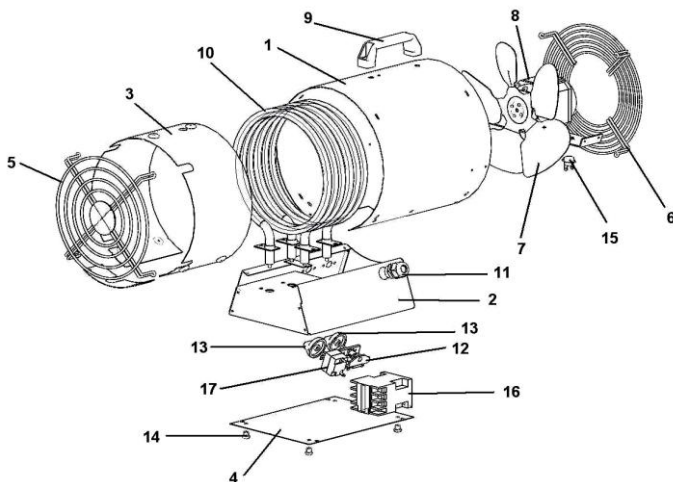

Рис. 1
Конструктивно тепловентилятор представляет собой металлический корпус, в котором размещены электродвигатель с крыльчаткой и электронагревательные элементы (далее ТЭНы). Переключатель 12 (рис.1) на четыре положения предназначен для установления режимов работы. Термостат 15 (рис.1) отключает ТЭНы в случае аварийного (ненормального) режима работы (перекрыто входное или выходное отверстие, перегрев вследствие остановки электродвигателя). Терморегулятор (капиллярный термостат) 17 (рис.1) в тепловентиляторе ТТ-6Т предназначен для автоматического поддержания температуры в помещении на заданном уровне. При достижении заданной температуры терморегулятор отключает нагревательный элемент, оставляя включенным вентилятор. При понижении температуры всасываемого воздуха на 3-5°С вновь включает нагрев.
Установить переключатель режимов работы (12) рис. 1 тепловентилятора положение «0» (отключено).
Переключатель режимов (12) рис.1 установить в выбранный режим.
Ручку капиллярного термостата (17) рис.1 повернуть против часовой стрелки до упора.
Переключатель режимов работы (12) рис. 1 установить в положение нагрева. В этом случае тепловентилятор работает в режиме вентилятора. Плавно поворачивать ручку капиллярного термостата (17) рис.1 по часовой стрелке до щелчка включения, который произойдет при совпадении установки капиллярного термостата с температурой окружающего воздуха. Повернуть ручку капиллярного термостата (17) рис. 1 по часовой стрелке еще на некоторый угол. Капиллярный термостат не имеет отградуированной шкалы по температуре и установка ручки на желаемую температуру в помещении уточняется (определяется) потребителем в процессе эксплуатации.
установить переключатель режимов работы (12) рис. 1 в режим вентилятора «1». В этом режиме крыльчатка будет вращаться, а ТЭНы будут отключены.
Установить переключатель режимов (12) рис. 1 в положение «0» - отключено. В случае длительного перерыва в работе тепловентилятора отсоединить питающий кабель от сети.
Термостат (15) рис.1 при ненормальном режиме работы тепловентилятора срабатывает и отключает ТЭНы.
охладить тепловентилятор до температуры окружающего воздуха; переключатель режимов работы (12) рис. 1 установить в положение «0» (отключено);
выяснить и устранить причину, вызвавшую срабатывание термовыключателя; переключатель режимов (12) рис. 1 установить в положение «1» (вентилятор) и по наличию воздушного потока убедиться во вращении крыльчатки. После этого можно включить нагрев.